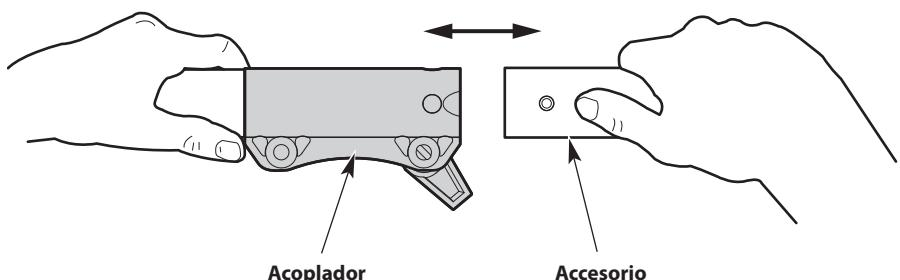
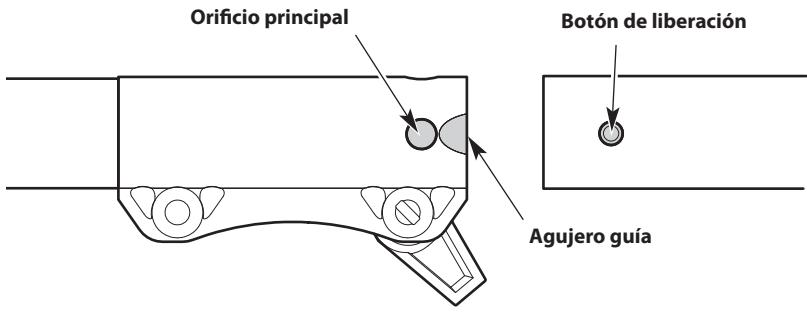

Fig. 6
Fig. 7
4. Alinee el botón de liberación con el embutimiento de la guía (Fig. 7).
- Presione el accesorio directamente dentro del acoplador (Fig. 6) hasta que el botón de liberación encaje a presión firmemente dentro del orificio principal (Fig. 7).
- Oprima y mantenga apretado el botón de liberación (Fig. 7).
- Tire del accesorio directamente hacia fuera del acoplador (Fig. 6).